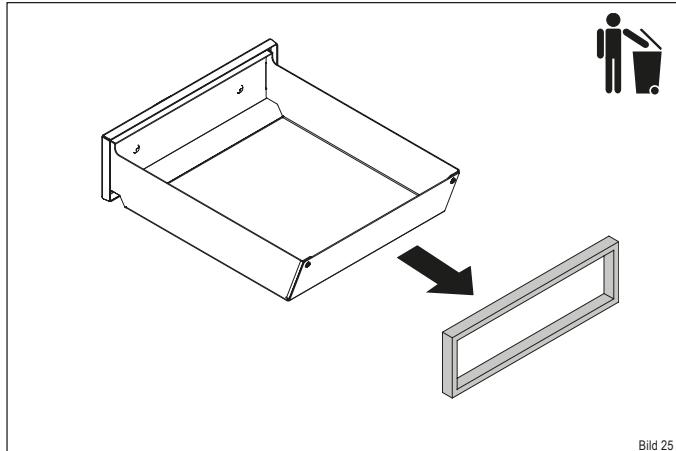

Bild 25
- ▶ Ziehen Sie die alte Dichtung aus der Führung heraus und entsorgen Sie diese im Abfall (Bild 25).